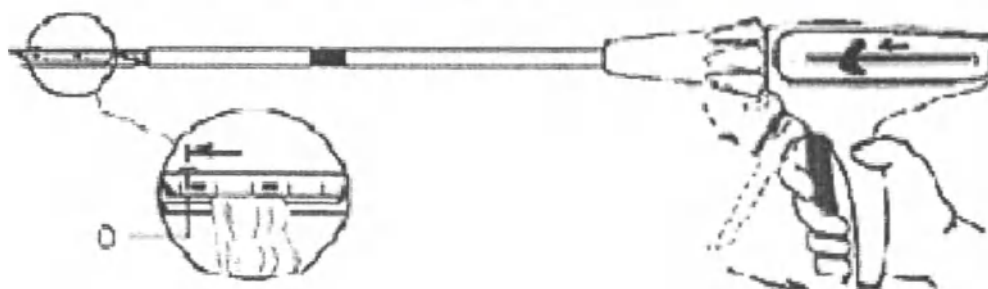

Рисунок 11 – Выполнение механического шва
6. Чтобы выполнить механический шов и разрез на ткани, потяните зеленый курок. Последовательно сжимайте ручку до тех пор, пока фиксатор нижнего уровня не достигнет дальнего конца загрузочного устройства, и ручка не закроется (рис.11).